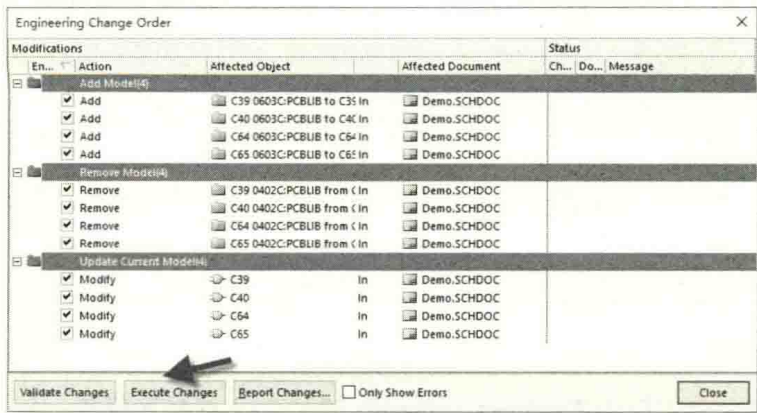

图 7-9 执行变更
(4) 修改完库的匹配路径后, 单击“OK”按钮, 然后按封装管理器右下角的“Accept Changes (Create ECO)”按钮, 在所得到的对话框中, 单击“Execute Changes”按钮, 即可完成全局指定 PCB 库路径的操作, 如图 7-9 所示。